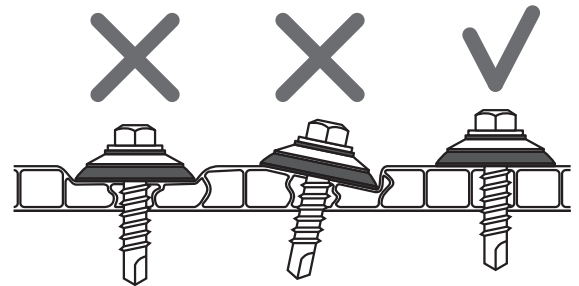

Рис.5 Крепление панели сотового поликарбоната саморезами с алюминиевыми герметизирующими шайбами.
- не перетягивать саморезы при креплении панели, оставляя небольшой зазор на "свободный ход" (рис.5);